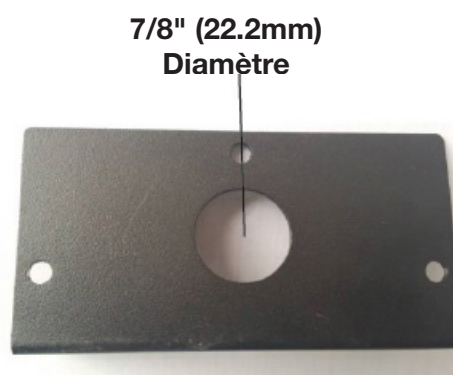

FIG. 2
- C. Utilisant la nouvelle plaque de recouvrement fournie (FIG. 2). Enlever le trou de 7/8" (22.2mm) et installez le connecteur de boîte à la boîte de jonction. Serrer le connecteur de boîte aux fils d'alimentation.